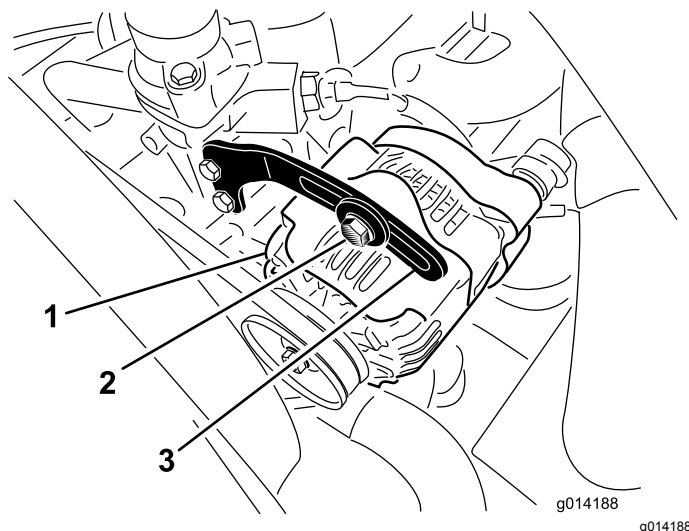

図 47
2. オルタネータ側プーリとクランクシャフト側プーリ間の中央部でオルタネータベルト 図 47 を指で 10kg 程度の力で押してベルトの張りを点検する。
3. ブレースをオルタネータに固定しているボルトと、オルタネータのピボットボルトをゆるめる 図 47。